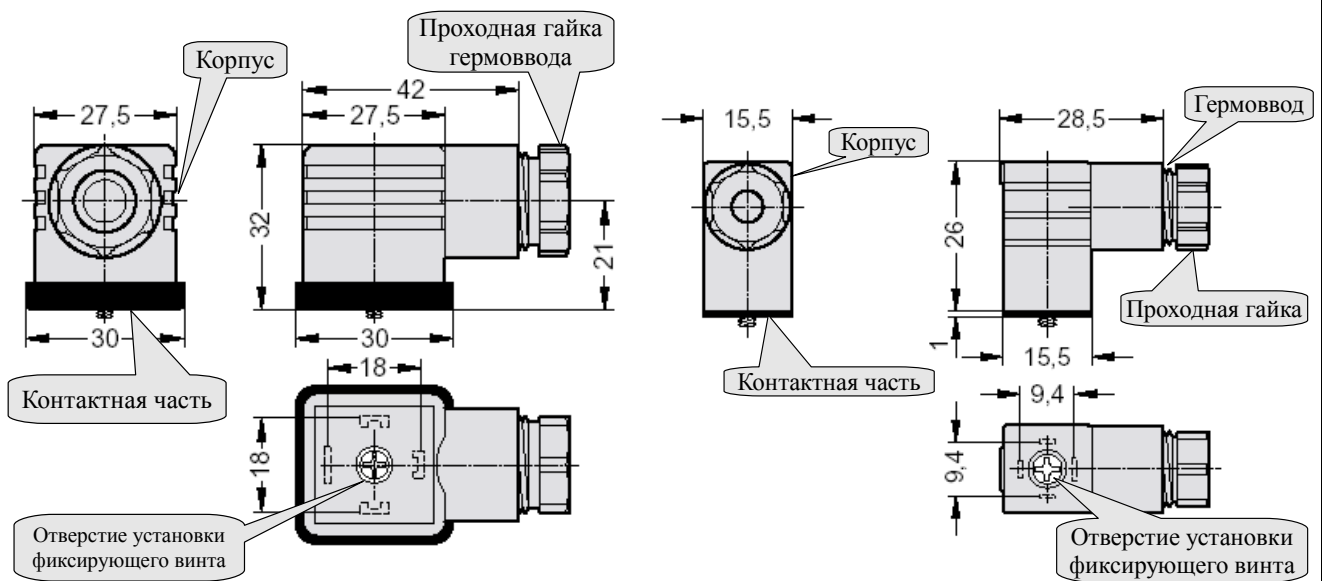
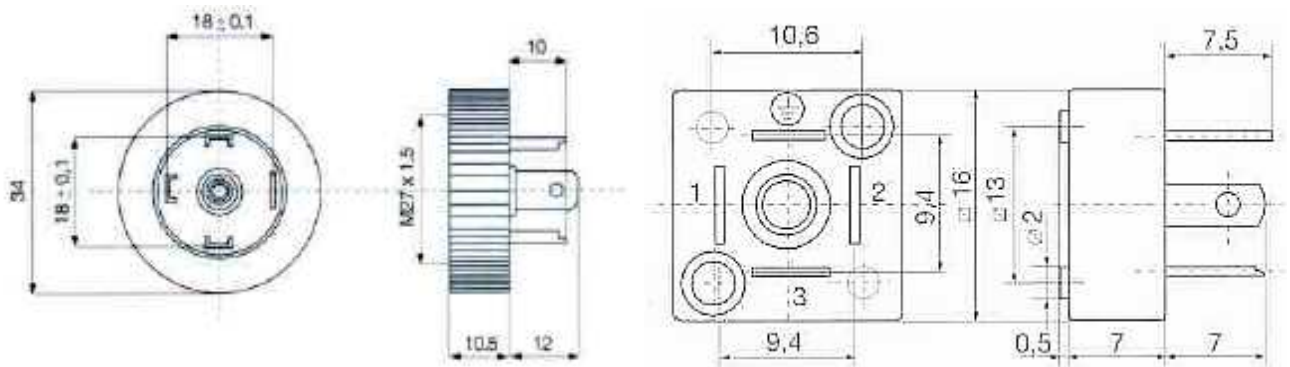

Рисунок 1 - Соединитель электрический DIN 43650 (ISO 4400)
Рисунок 2 - База для соединителя электрического DIN 43650 (ISO 4400)
- Отвернуть и вынуть фиксирующий винт электрического соединителя (Рисунок 1). Снять соединитель с базы (Рисунок 2) и выдвинуть его контактную часть, толкая хвостовик в отверстие установки фиксирующего винта.